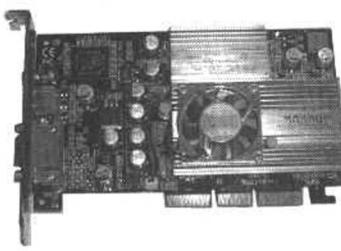

图 1-33 AGP 显卡
- ① 准备好需要安装的 AGP 显卡，如图 1-33 所示。